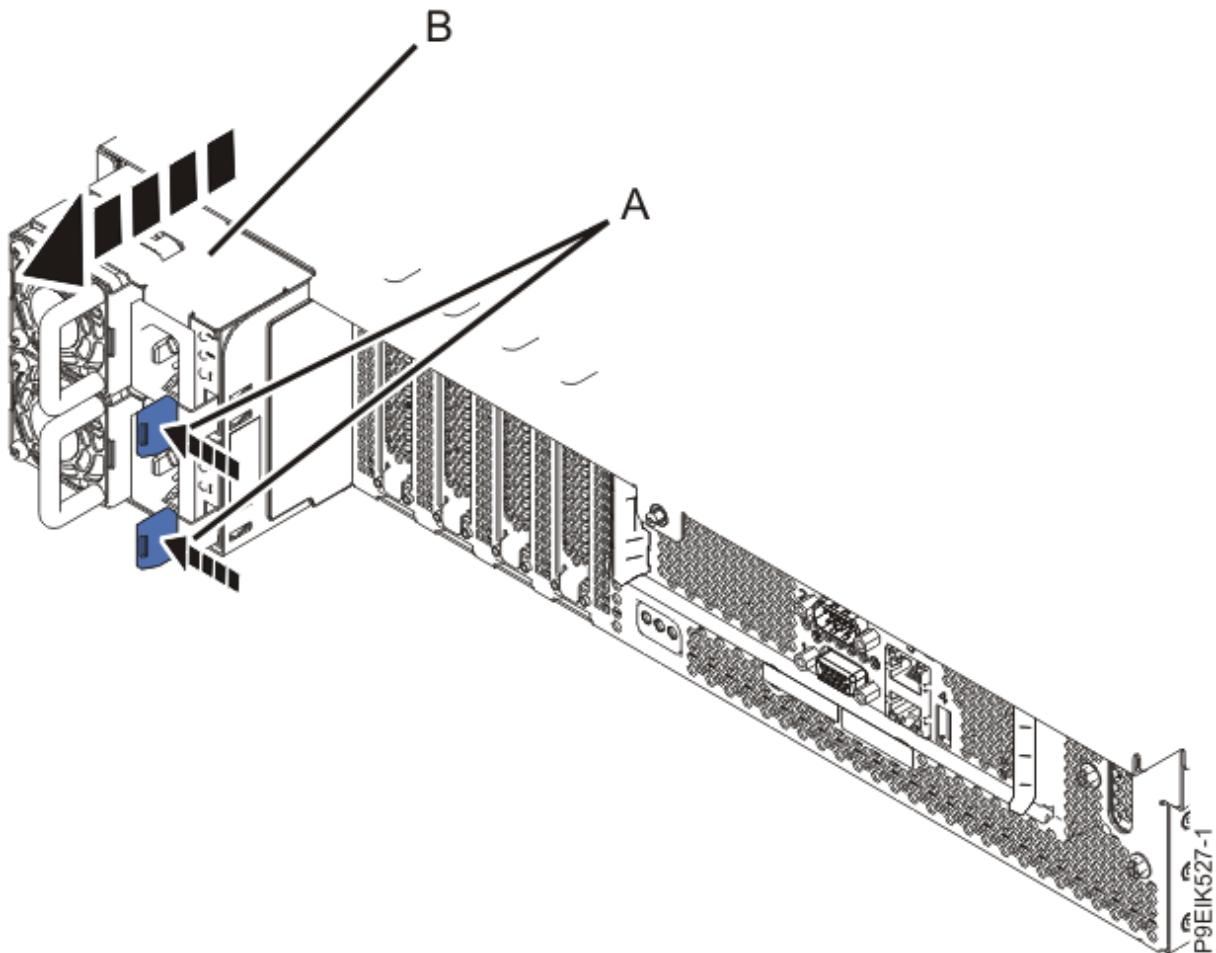

図 37. システムからの電源装置の取り外し
9. システムから電源装置を取り外します (78 ページの図 37 を参照)。